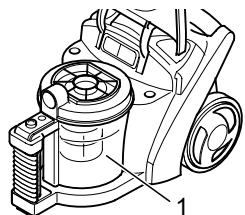

Abb. 17
2. Heben Sie den Staubbehälter (Abb. 17/1) nach oben aus dem Bodenstaubsauger.